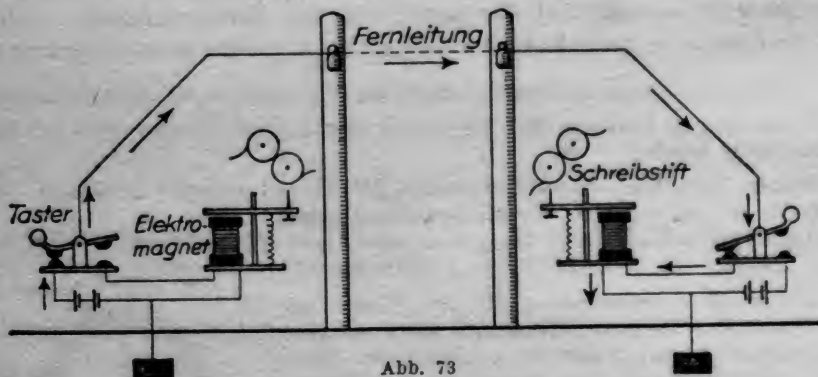

Abb. 73
d) Erkläre nach Abb. 73 Bau und Wirkung einer Telegraphenanlage!
Aufgaben: a) Warum hat die Telegraphenleitung keine Rückleitung? Beachte in Abb. 73 die Kupferplatten in der Erde!